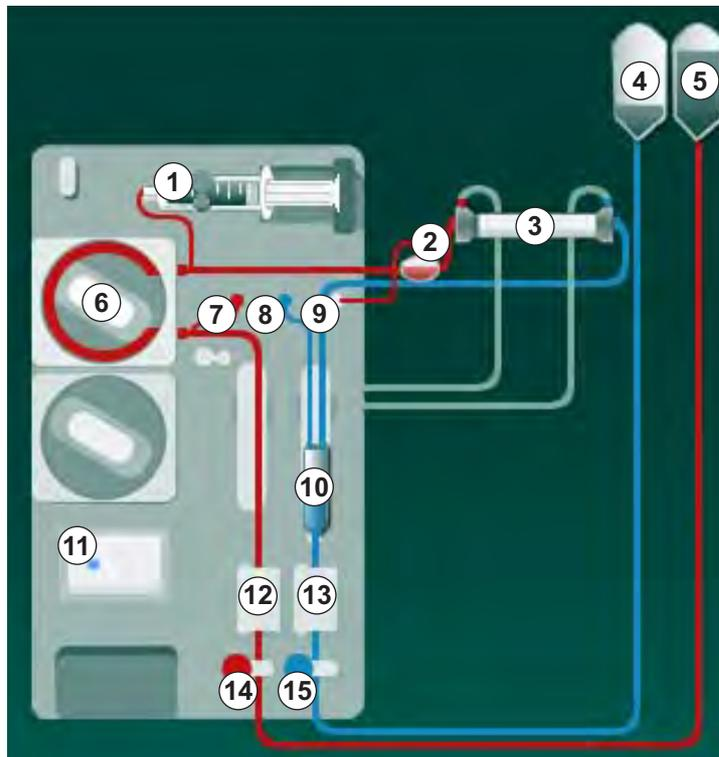

Fig. 5-8 Inserción del sistema A/V en cebado bolsa a bolsa
2. Retirar los conectores del dializador del puente de lavado y conectarlos al dializador (Fig. 5-8 Inserción del sistema A/V en cebado bolsa a bolsa (97), ©) cuando aparezca la instrucción correspondiente en el equipo. Respetar el código de colores: